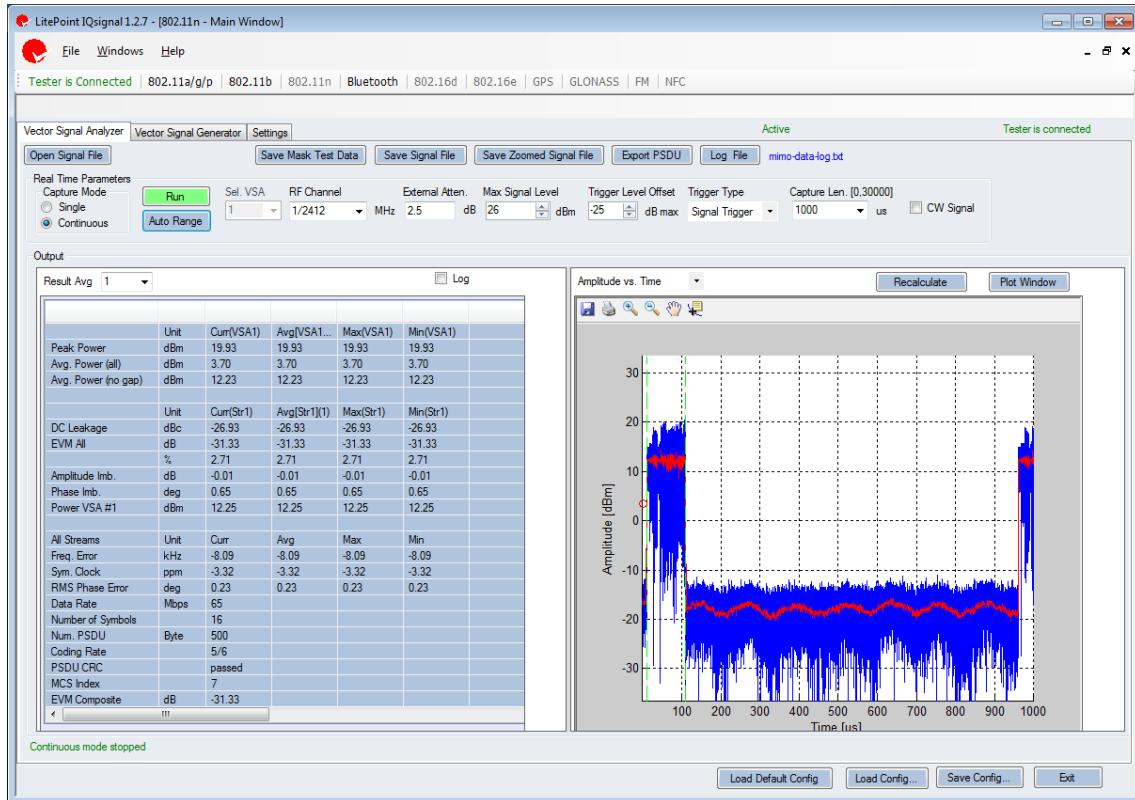

图 5-5. IQView 测试射频性能
- 使用无线测试仪 IQView 测试待测设备的 11n MCS7, channel 1 的射频性能，结果如图 5-5 所示。